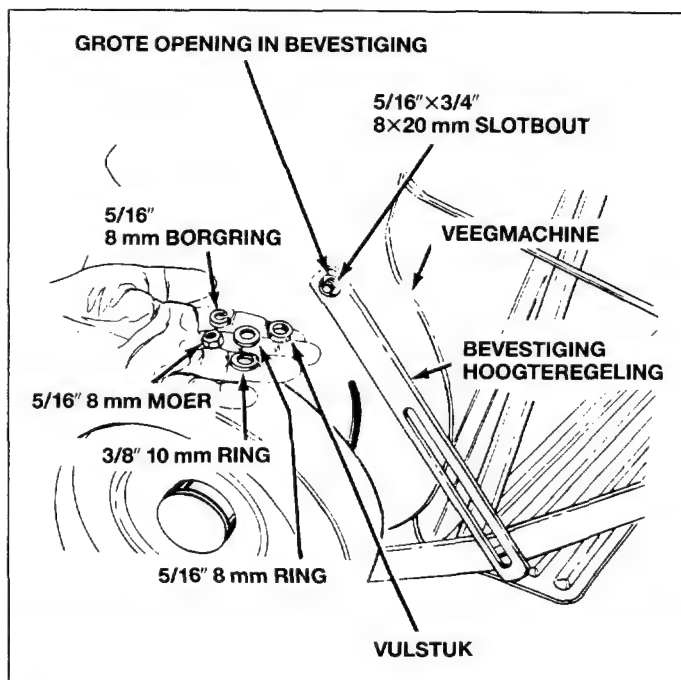

Fig. 9
- Monteer de bevestiging van de hoogteregeling (het uiteinde met de opening) op de veegmachine. Zie fig. 9. Breng de slotbout 8×20 mm aan in de vierkante opening aan de rechter zijde van de veegmachine. Plaats vervolgens de platte ring 10 mm naast de beschermkap. Vervolgens de vulring in de grote opening op de bevestiging en over het uiteinde van de slotbout monteren. Borgen met platte ring 8 mm, borgring 8 mm en moer 8 mm. Zie fig. 9.